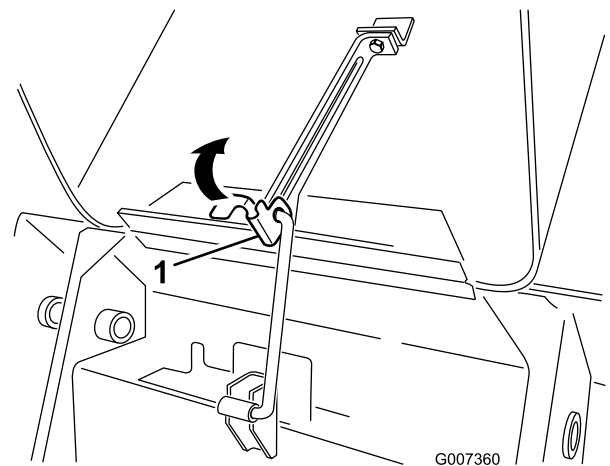

**Figura 27**
1. Afloje el tornillo de bloqueo del capó (Figura 27).
3. Apriete el tornillo de bloqueo del capó para bloquear el cierre (Figura 27).
2. Giro el cierre del capó en el sentido de las agujas del reloj (Figura 27).
3. Levante el capó (Figura 27).